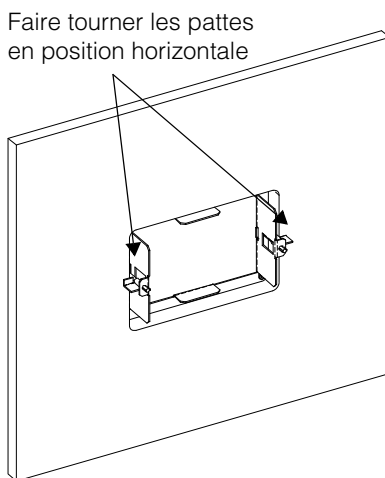

Figure 2-5 Verrouillage de la plaque de fixation
4. Fixer la plaque en serrant les deux vis pour faire tourner les pattes en position horizontale (voir la Figure 2-5) et tirer les pattes contre la surface interne du mur. Les vis ne doivent pas être trop serrées : elles pourraient abîmer le mur.